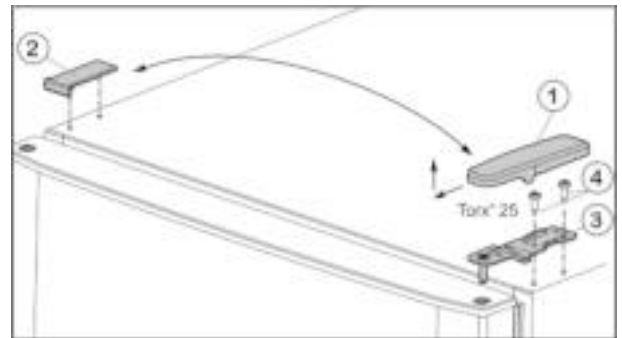
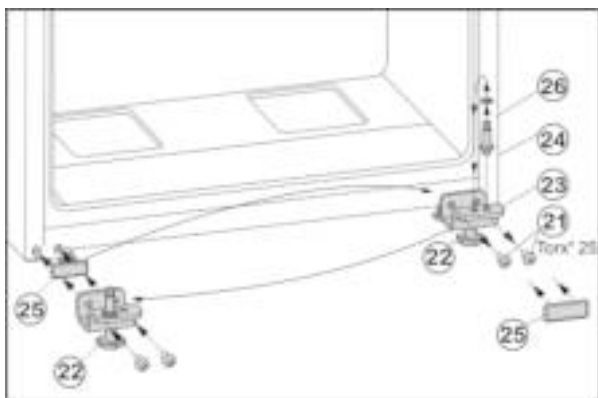

Fig. 5
Fig. 7
- ▶ Afdekking Fig. 5 (1) naar voren en boven wegtrekken.
- ▶ Afdekking Fig. 5 (2) eraf nemen.
- ▶ Bovenste lagerbus Fig. 5 (3) losschroeven (2 maal Torx® 25) Fig. 5 (4) en naar boven eraf trekken.
- ▶ Bevestigingsbouten Fig. 7 (21) losschroeven.
- ▶ Lagerboks onder Fig. 7 (23) volledig met lagerbouten Fig. 7 (24), schijf Fig. 7 (26) en stelvoet Fig. 7 (22), verwijderen.
- ▶ Lagerbouten Fig. 7 (24) volledig met schijf Fig. 7 (26) losschroeven, terugplaatsen in het tegenoverliggende opnamegat van het lagerboks en weer vastschroeven.
- ▶ Afdekplaat Fig. 7 (25) voorzichtig verwijderen en terugplaatsen op de andere zijde.
- ▶ Lagerboks onder Fig. 7 (23) volledig met lagerbouten Fig. 7 (24), schijf Fig. 7 (26) en stelvoet Fig. 7 (22) weer op de nieuwe scharnierzijde evt. met behulp van een accuboormachine **vastschroeven (met 4 Nm)**.
- ▶ Onderste deur van bovenaf op scharnieren Fig. 7 (24) plaatsen.
- ▶ Middelste scharnierblok (13) 180° gedraaid in de onderste deur plaatsen en met bevestigingsbouten (11)(2 maal Torx® 25) op de nieuwe scharnierkant **stevig (met 4 Nm)** aandraaien.
- ▶ Kunststof ring (10) weer aanbrengen.
- ▶ Bovenste deur op het middelste scharnierblok (13) plaatsen.
- ▶ Plaats de bovenste lagerbus Fig. 5 (3) aan de nieuwe scharnierkant in de deur.
- ▶ Bovenste lagerboks **vastschroeven (met 4 Nm)** (2 keer Torx® 25) Fig. 5 (4). Eventueel een accuboormachine gebruiken.
- ▶ Afdekking Fig. 5 (1) aan de andere kant buiten plaatsen en vastklikken.
- ▶ Afdekking Fig. 5 (2) steeds aan de andere kant van bovenaf plaatsen en vastklikken.
- ▶ Stelpoot Fig. 7 (22) van onderste scharnierblok Fig. 7 (23) eruit draaien, tot deze de vloer raakt.